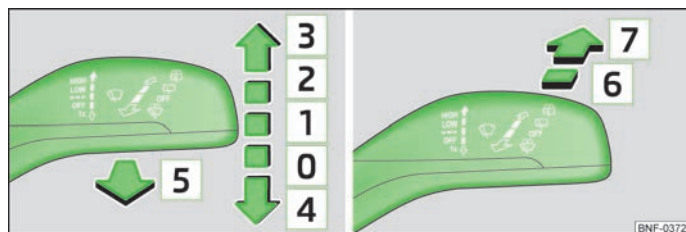

Abb. 29 Frontscheibenwischer / Heckscheibenwischer betätigen
- Möchte man die Frontscheibe nur **kurz** wischen, den Hebel in die gefederte Stellung **4** » Abb. 29 drücken.
- Den Hebel nach oben in Stellung **1** » Abb. 29 stellen.
- Den Hebel nach oben in Stellung **2** » Abb. 29 stellen.
- Den Hebel nach oben in Stellung **3** » Abb. 29 stellen.
- Den Hebel zum Lenkrad in die gefederte Stellung **5** » Abb. 29 ziehen, die Waschanlage und die Scheibenwischer arbeiten.
- Den Hebel vom Lenkrad weg in Stellung [6] » Abb. 29 drücken, der Scheibenwischer wischt alle 6 Sekunden.
- Den Hebel vom Lenkrad weg in die gefederte Stellung [7] » Abb. 29 drücken, der Scheibenwischer und die Waschanlage arbeiten.
- Den Hebel in die Grundstellung [0] » Abb. 29 zurückstellen.
- Den Scheibenwischerhebel in Stellung [4] » Abb. 29 drücken, die Scheibenwischerarme fahren in die Servicestellung.
- Die Zündung einschalten und den Scheibenwischerhebel in Stellung [4] » Abb. 29 drücken, die Scheibenwischerarme fahren in die Grundstellung.